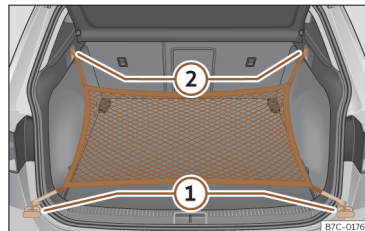

Fig. 170 Dans le coffre à bagages : œillets ① et crochets ② pour accrocher le filet.
- Fixez les crochets courts du filet aux œillets d'amarrage >>> **fig. 170** ① >>> ⚠. La fermeture à glissière du sac doit rester vers le haut.
- Fixez les rubans aux crochets pour accrocher des sacs ②.